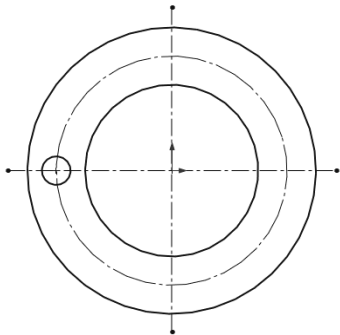

图 3-72 草图
- [1] 打开初始文件“Z3L7.prt”，编辑草图，草图如图 3-72 所示。